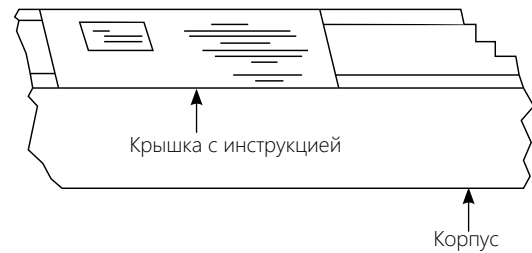

Рисунок 2
3. Снимите пластину крышки с инструкцией (рис. 2). Не снимайте оберточную бумагу и полоски ленты, пока экран не будет установлен.